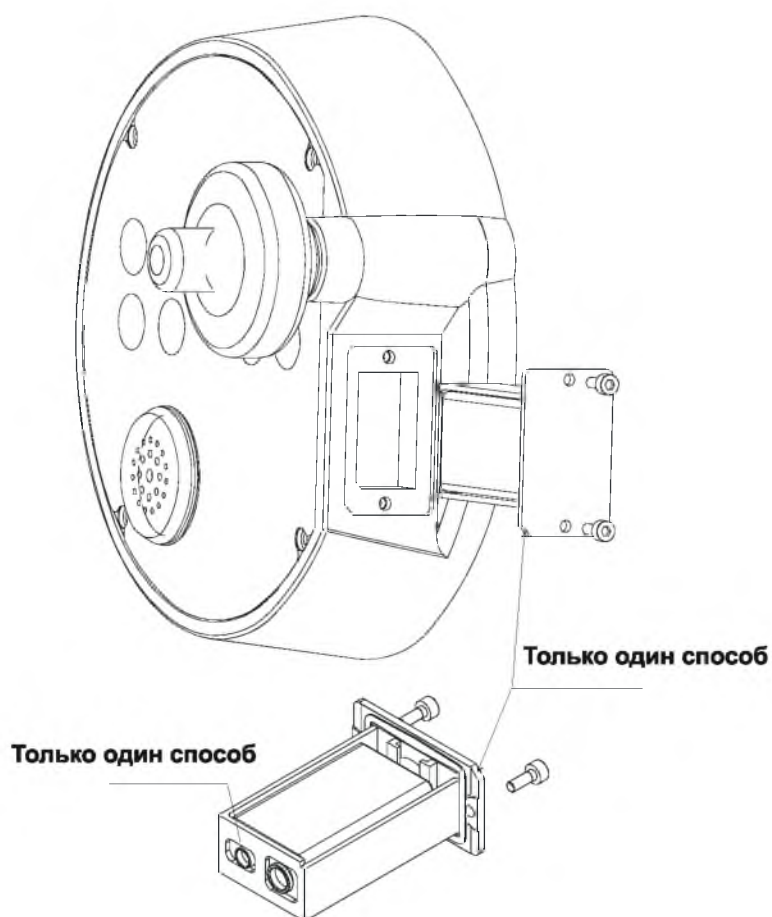

Рисунок 8-4
- Открутите 2 винта на пенале батареи, используя 2,5 мм шестигранный ключ Allen, который находится в переносной сумке. См. Рисунок 8-4.
- Замените батарею (установить можно только в одном положении). См Рисунок 8-4.